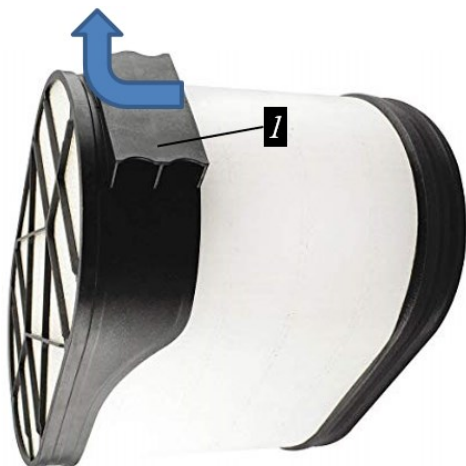

Рисунок 5.33. Извлечение основного фильтра из корпуса
- ▶ Извлечь основной фильтр рис. 5.33.
Для извлечения фильтра из корпуса необходимо – потянуть за выступ (ручку 1, рис. 5.33) фильтр вперед в направлении стрелки, а затем вверх, извлекая фильтр из корпуса.